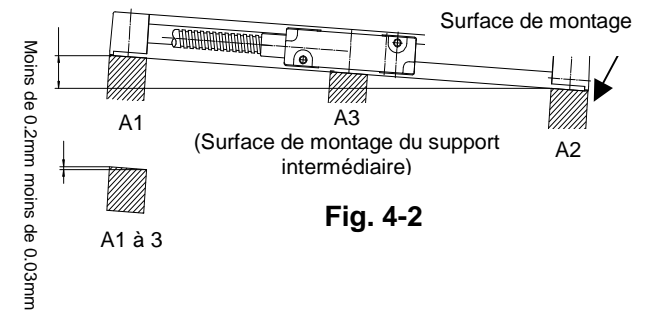

Fig. 4-2
Si vous utilisez un support pour installer le système de mesure, montez ce support de manière à garantir la position relative indiquée sur le dessin de montage dimensionnel. Adaptez la surface de montage sur la partie plane par rapport au guide la machine (G) comme indiqué sur la Fig. 4-2. Pour régler la position de montage du système de mesure, jouez sur les marges des trous de boulons et des rondelles.